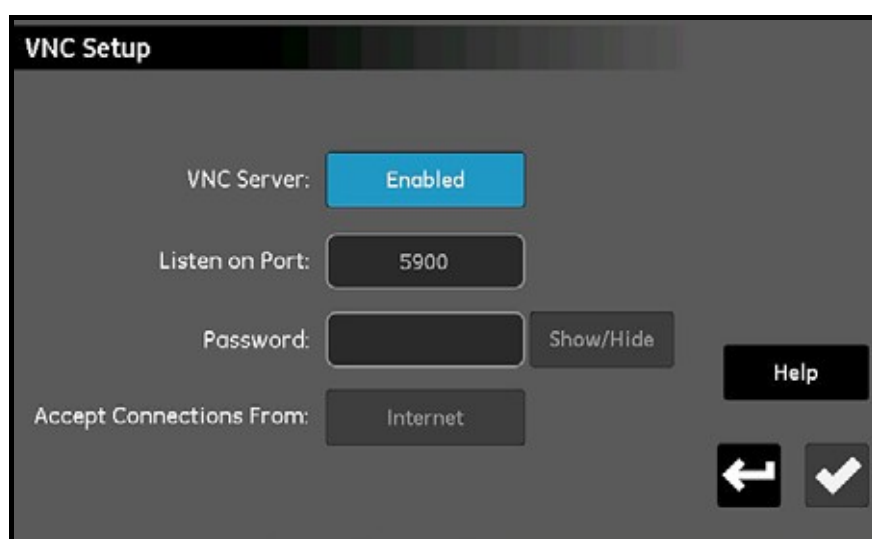

図72 : VNC設定（VNC Setup）画面
1. 構成メニュー画面（57 ページ図 52 参照）から、VNC ボタンをタップし、下図 72 に類似の VNC Setup 画面を開きます。